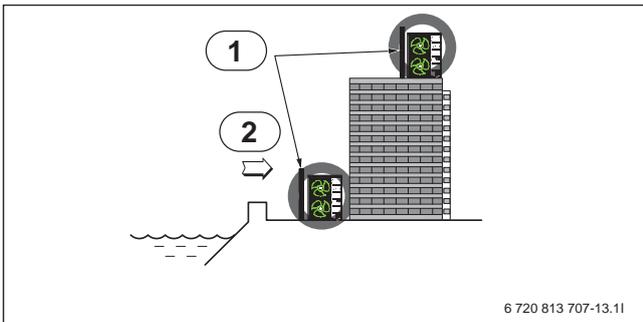

Bild 14 Aufstellung in Meeresnähe
- Wenn die Außeneinheit auf der Meeresseite installiert wird, zum Schutz vor dem Seewind ggf. einen Windschutz aufstellen (→ Bild 14):